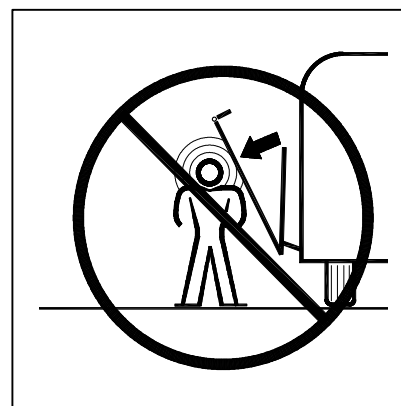

FIGURA 3: MANTENHA-SE AFASTADO DO ELEVADOR DURANTE O SEU ACCIONAMENTO
- Consulte a Figura 3. Mantenha outras pessoas afastadas enquanto opera o elevador.